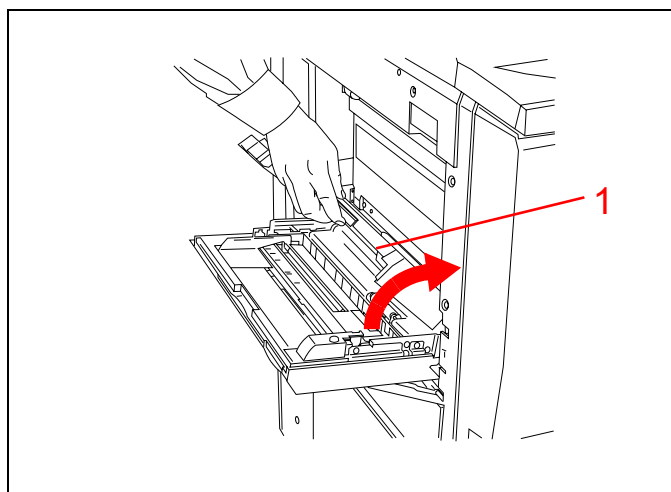

**Figura 11**
**Muestre** cómo abrir la puerta izquierda. Consulte la Figura 11.